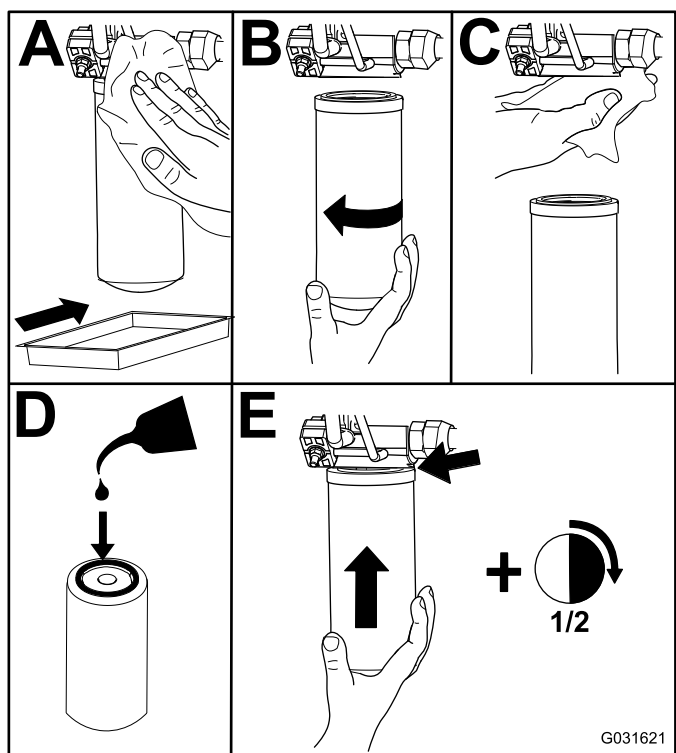

Figura 103
- Cambie los filtros hidráulicos (Figura 103).